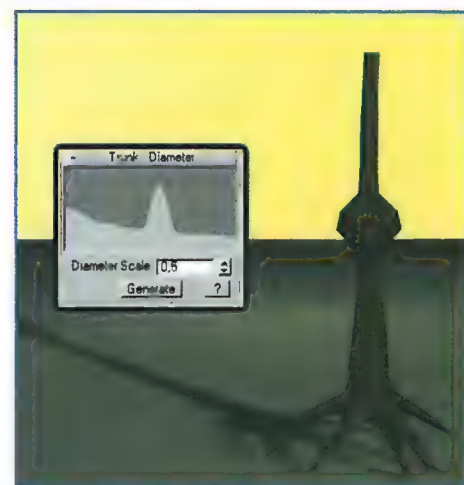

IMAGEN 9. COMO VARIA EL DIAMETRO DEL TRONCO SEGUN LA CURVA.
- **Diameter:** con esta pestaña, modificaremos el diámetro que va a tener a lo largo de la longitud del árbol. El método empleado por *Tree Factory* para modificar las características de cada propiedad es una ventana con controles *Spline*. En la imagen 9 se ofrece una muestra de cómo funciona dicho sistema. Digamos que la curva que vemos en la pantalla va a ser el perfil del nivel que modifiquemos, en este caso el diámetro del tronco. Si pulsamos con el botón izquierdo del ratón sobre uno de sus puntos y lo subimos, aumentaremos el tamaño en ese punto. En la imagen comentada se puede ver cómo se ha exagerado el tamaño en un punto para que se vea mejor cómo funciona el control mediante curvas *Spline*. Con el valor de *Diameter Scale*, aumentaremos el tamaño global de cada característica, en este caso el diámetro global, engordando el tronco pero siempre ajustándose a la curva *Spline*. Con *Generate* actualizaremos en el árbol los cambios efectuados.